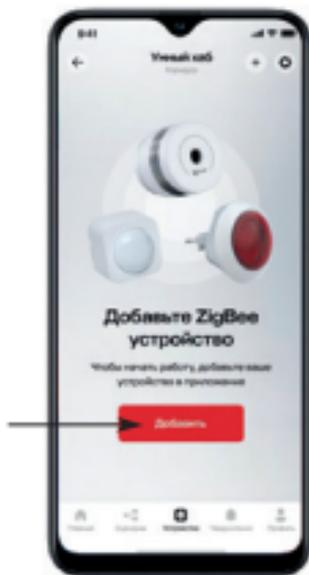

Рисунок 6.1
8.7 Нажмите кнопку «Добавить устройство» (рис. 6.1 — 6.3).